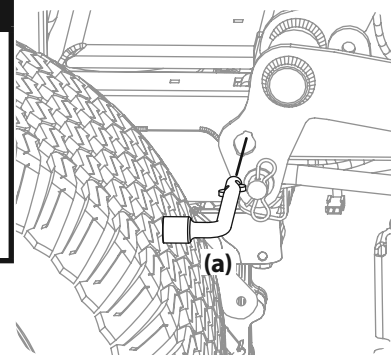

Figura 44
- En los tractores equipados con la perilla de elevación de la plataforma, use el pedal de elevación de la plataforma y la perilla de elevación de la plataforma para ubicar la plataforma en la posición más baja, y use la herramienta para usos múltiples (a) para bloquear los componentes de la elevación de la plataforma en su lugar como se muestra en la Figura 44. En tractores con una manija de elevación de la plataforma, baje la plataforma a la posición más baja.